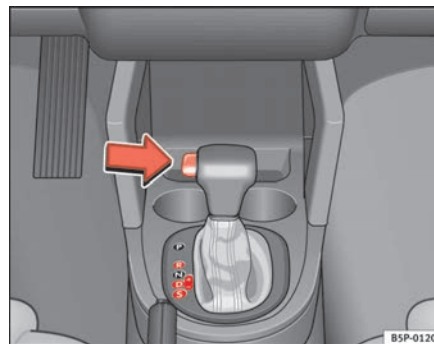

Fig. 141 Conducción
- Presione el pulsador del pomo (situado en la parte izquierda del mismo, ⇒ fig. 141).